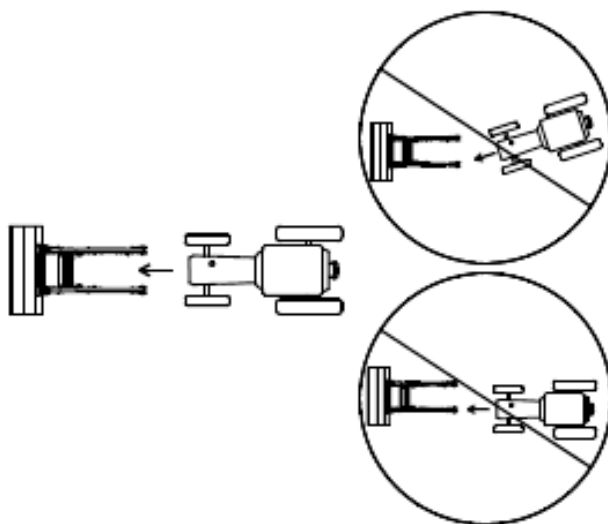

Рис. 3 Монтаж погрузчика на трактор
1. Подведите трактор к погрузчику таким образом, чтобы он располагался между стойками погрузчика и параллельно им (рис. 3). Медленно подайте трактор вперед, чтобы рукава высокого давления погрузчика можно было подсоединить к гидросистеме трактора. Заглушите трактор и включите парковочный тормоз. Подсоедините РВД погрузчика к маркированным цветам разъемам на тракторе. При правильном присоединении движение рычагов вперед опускает погрузчик или разгружает навесное оборудование и наоборот.